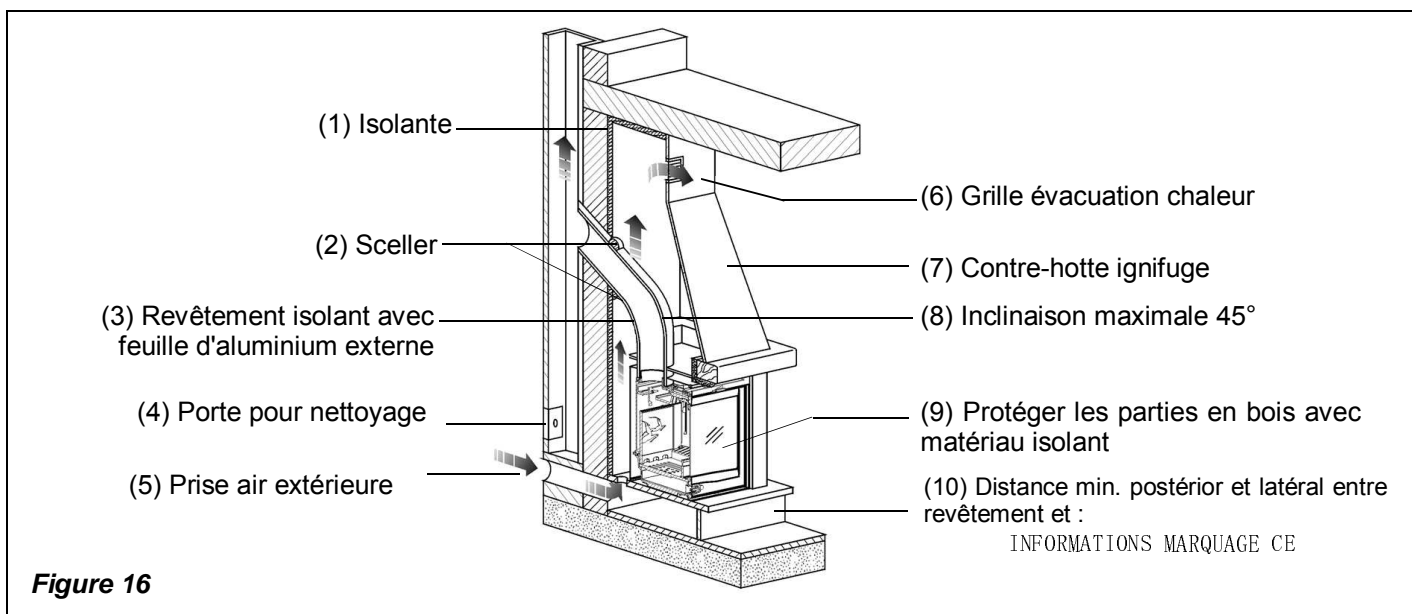

Figure 16
La grille évacuation chaleur (Figure 16 pos. 6) se trouve sur la parte supérieure du manteau à 20 cm du plafond. Cette grille **doit être toujours installée** car sa fonction est de permettre la sortie de la chaleur accumulée dans l'ambiance (surpression).
- **Dans le cas où l'apport d'air serait obtenu par des ouvertures communicantes avec des locaux adjacents, il faut éviter les prises d'air reliées à garages, cuisines, bains et centrales thermiques (v. Figure 16).**